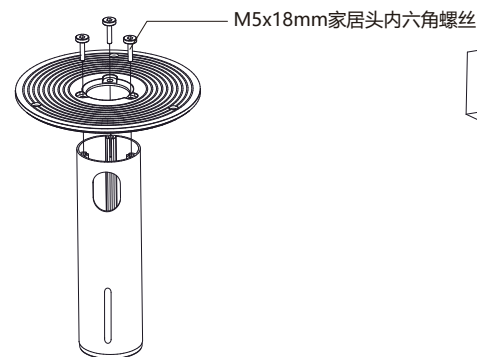

图 1
1.选取配件中的M5 内六角扁头螺丝，将天花安装顶板与主杆螺丝孔位对齐后，用螺丝紧固。（图1）